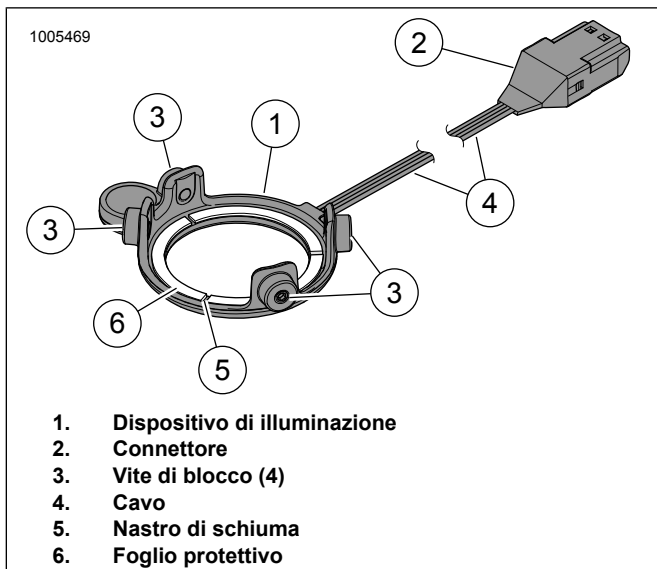

Figura 20. Luce LED, altoparlante della borsa Stage I
11. Vedere la figura 20. Rimuovere il foglio protettivo (6) dal nastro di schiuma (5) sul retro del dispositivo di illuminazione (1).